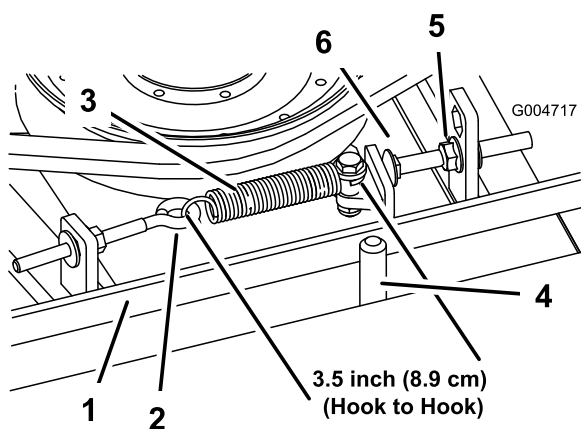

図 70
エクステンション・スプリングの長さフックからフックまでが $89\text{mm} \pm 6.3\text{mm}$ 内法であれば適切な張りが出ている。スプリングの張りを正しく調整できたら、その下のストップボルト キャリッジボルトの頭部とアイドルアームとの間の隙間を $3.2\text{mm} + 1.52/-0.00\text{mm}$ に調整する 図 70。
注 ベルトが、ベルトガイドのスプリング側に取り付けられていることを確認する 図 70。
2. エクステンション・スプリングを外せるように、アイボルトを外す 図 70。
3. ストップボルトを取り付けタブに固定しているフランジナットをゆるめる。ナットをゆるめて、アイドルアームがストップボルトの脇を通れるようにする 図 70。アイドルプーリーをベルトから遠ざけて、ベルトの張りをなくす。
8. エクステンション・スプリング 図 70 をアイボルトに以下のように取り付ける